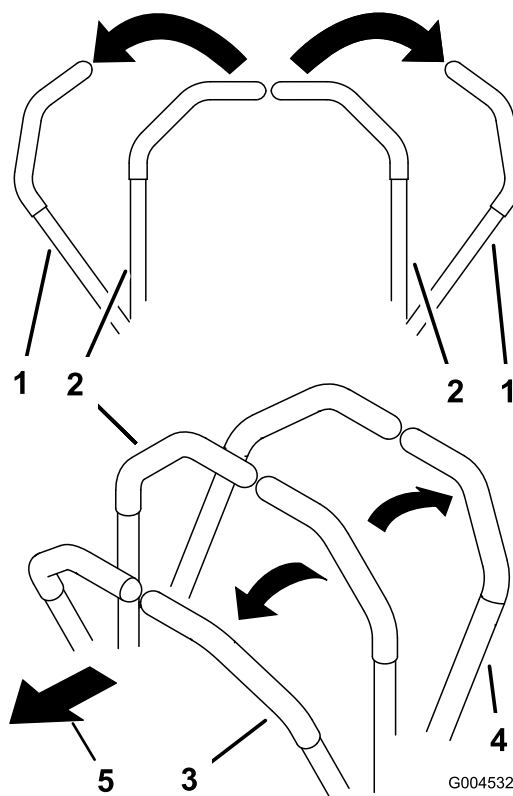

Figura 19
- Para desplazarse hacia adelante en línea recta, empuje lentamente las palancas de control de movimiento hacia adelante (Figura 19).
- Para desplazarse hacia atrás en línea recta, tire lentamente de las palancas de control de movimiento hacia atrás (Figura 19).
- Para girar, ralentice la máquina tirando hacia atrás de ambas palancas, y luego empuje hacia adelante la palanca del lado opuesto del sentido de giro (Figura 19).